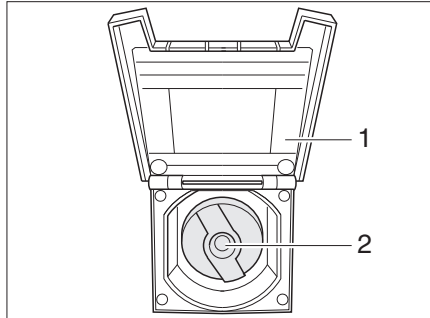

Bild 137 Lock för påfyllningsöppningen för dricksvatten
- Öppna luckan (Bild 137,1) på påfyllningsöppningen för dricksvatten.
- Stick in nyckeln i låscylindern (Bild 137,2) och vrid ett kvarts varv moturs.
- Stäng luckan (Bild 137,1).
- Öppna påfyllningsöppningen för dricksvatten (Bild 137).